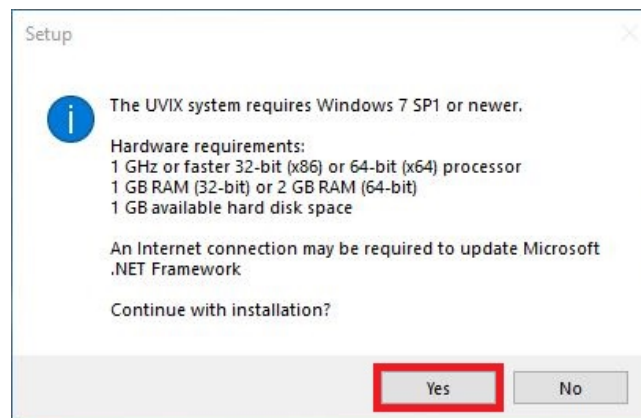

Figura 4.1: Requisiti UVIX
1. Assicurarsi che i requisiti siano soddisfatti e cliccare su "Yes", figura 4.1.